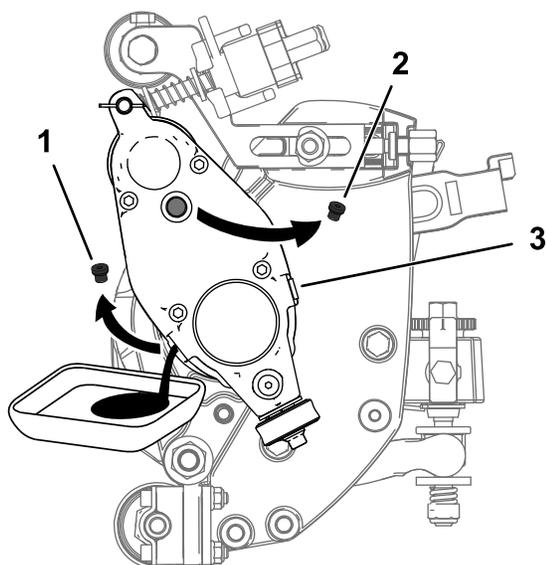

Figure 30
5. Basculez l'unité de coupe à la verticale pour placer l'orifice de vidange en bas et assurer ainsi une vidange complète (Figure 30).